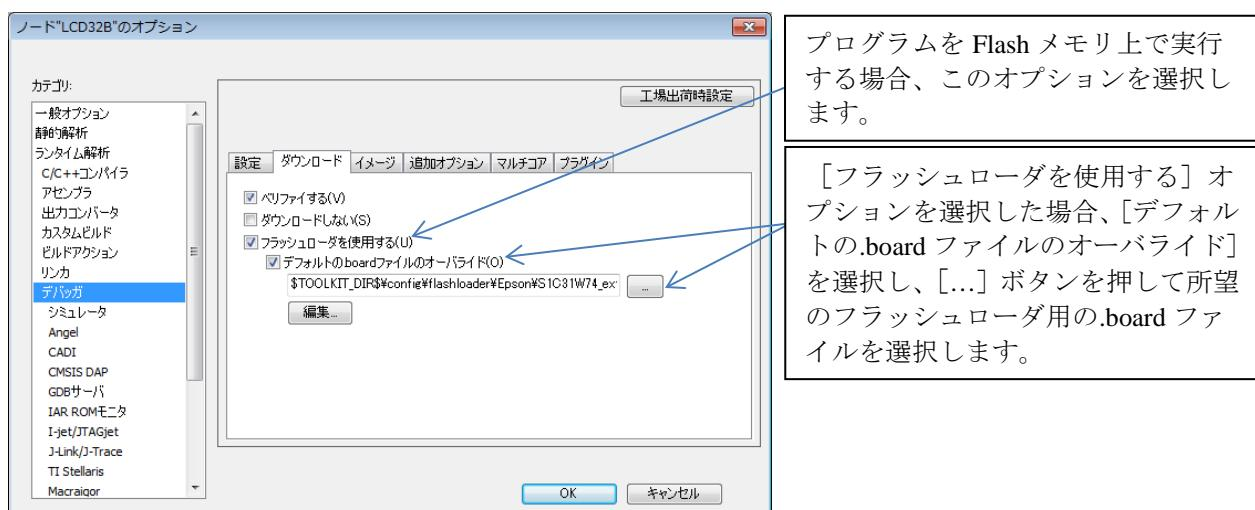

図 2.3.5.1 フラッシュローダの設定
- (1) IAR EWARM メニューの [プロジェクト] > [オプション] を選択します。
- (2) 表示されたダイアログの [カテゴリ] リストから [デバッガ] を選択します（図 2.3.5.1）。
- (3) [ダウンロード] タブを選択します（図 2.3.5.1）。
- (4) [フラッシュローダを使用する(U)] のチェックを無効にします（図 2.3.5.1）。
- (4) [フラッシュローダを使用する(U)] のチェックを有効にします（図 2.3.5.1）。
- (5) [デフォルトの.board ファイルのオーバライド] のチェックを有効にします（図 2.3.5.1）。
- (6) [...] ボタンをクリックし、.board ファイルとして“S1C31D01_int.board”を選択します（図 2.3.5.1）。